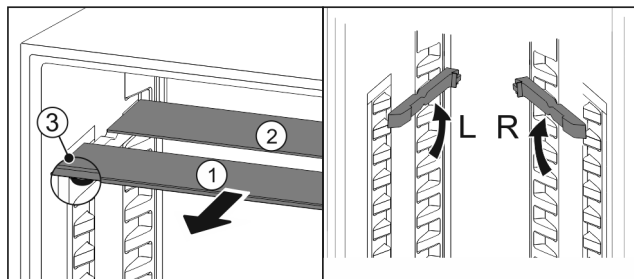

Fig. 205
- Skleněné desky jednotlivě vytáhněte dopředu Fig. 205 (1).
- Skleněná deska Fig. 205 (1) s ozdobnou lištou leží vpředu.
- Zarážky Fig. 205 (3) směřují dolů.